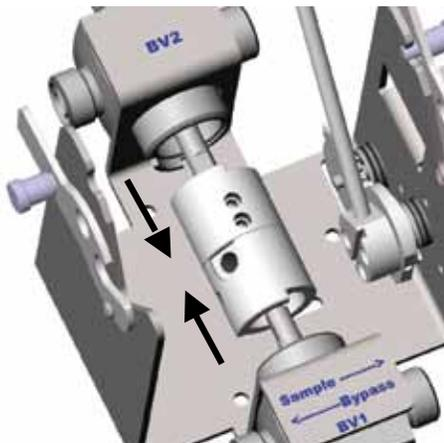

Fig. 3
6. Deslice los acoplamientos hacia el centro. Fig. 3.